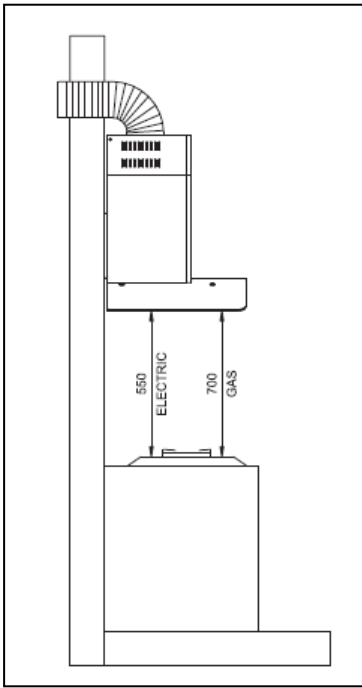

图. 1
- 此油烟机罩可以安装在燃气炉和电炉上方。从台面到烟机底部的最小的安装高度为 700mm (燃气灶) 和 550mm (电炉) (图. 1).